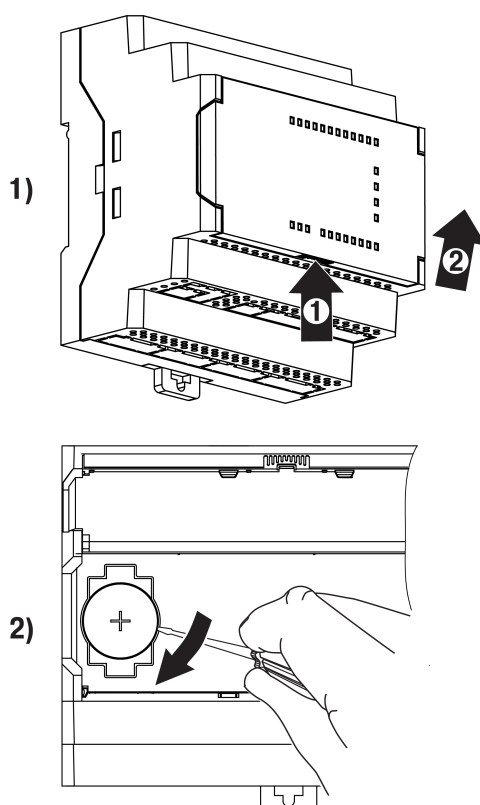

Рисунок 8.1 – Замена батарейки
1. Подцепив за рифленую зону (см. рисунок 8.1, стрелка 1), открыть крышку на лицевой панели прибора (стрелка 2).